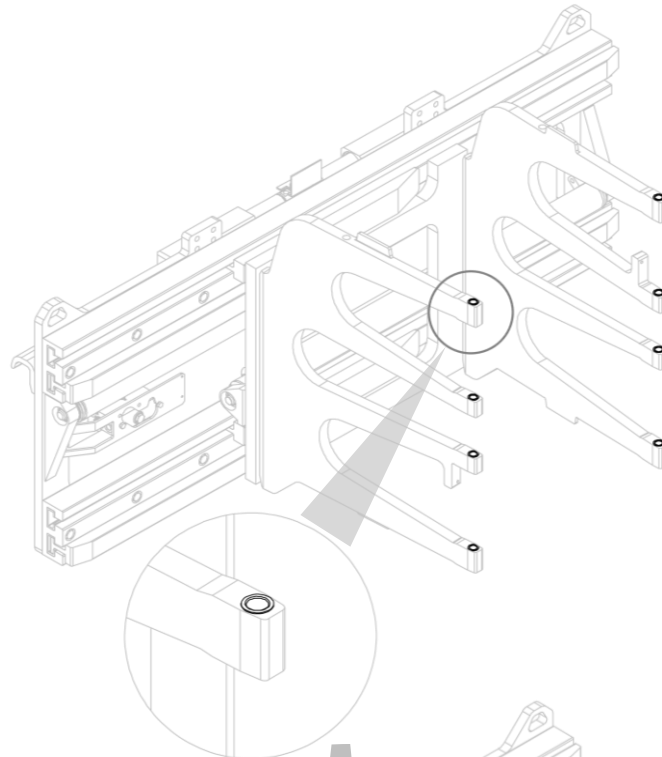
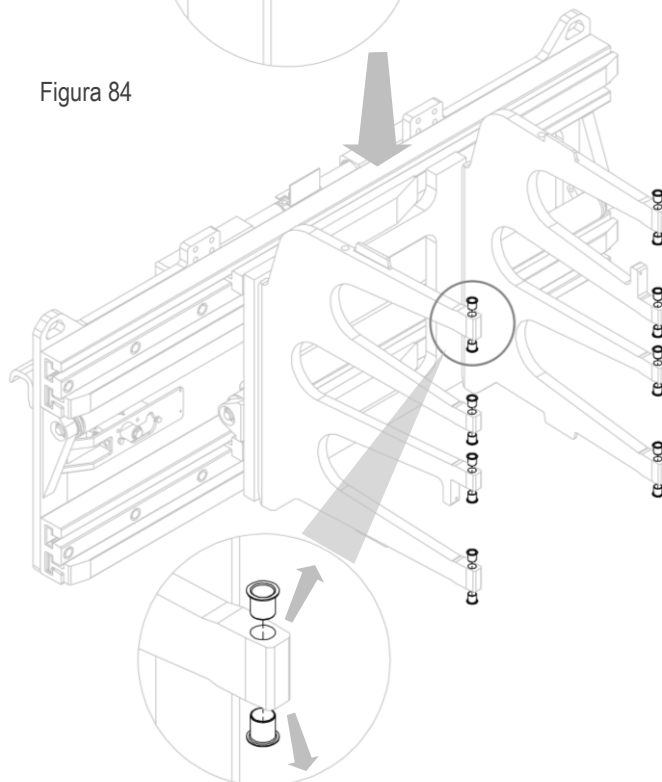

Figura 84
Figura 85
3. Rimuovere le boccole dalle loro sedi (vedi *Figura 84* e *Figura 85*).